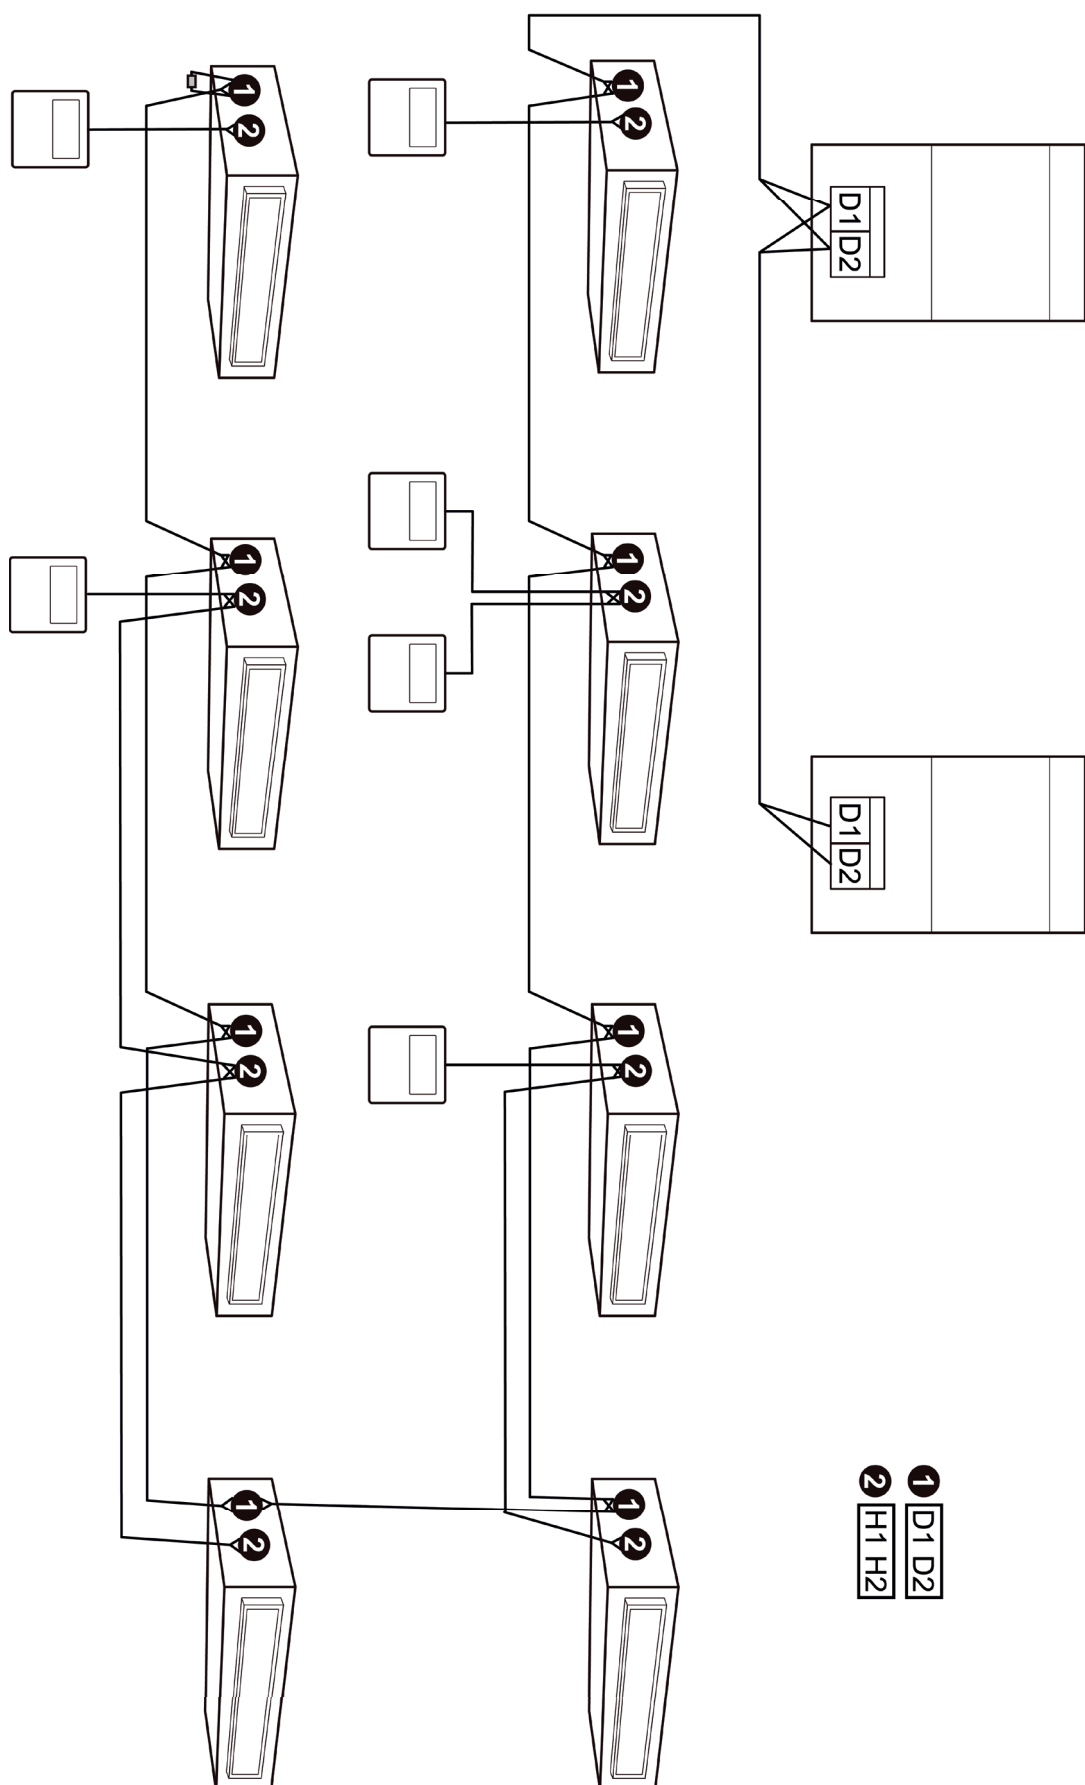

Fig. 5.5
- (1) Il cavo di comunicazione dell'Unità Interna e dell'Unità Esterna (o Unità Interna) è collegato a D1, D2.
- (2) Il Filocomando è collegato a H1, H2.
- (3) Una Unità Interna può essere collegata a due filocomandi che devono essere impostati uno come Master e l'altro come Slave.
- (4) Un Filocomando è in grado di controllare 16 Unità Interne nello stesso tempo (vedi Fig. 5.5).